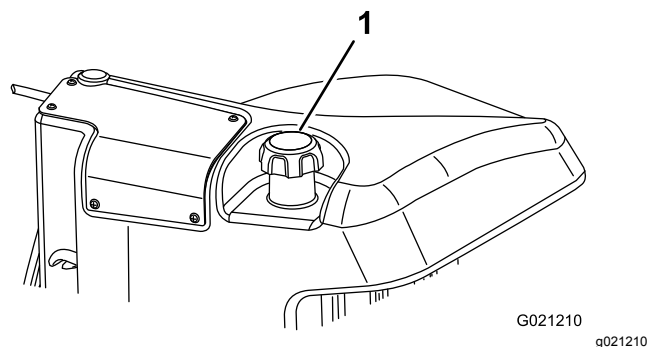

Figure 17
3. Retirez le bouchon du réservoir de carburant (Figure 17).